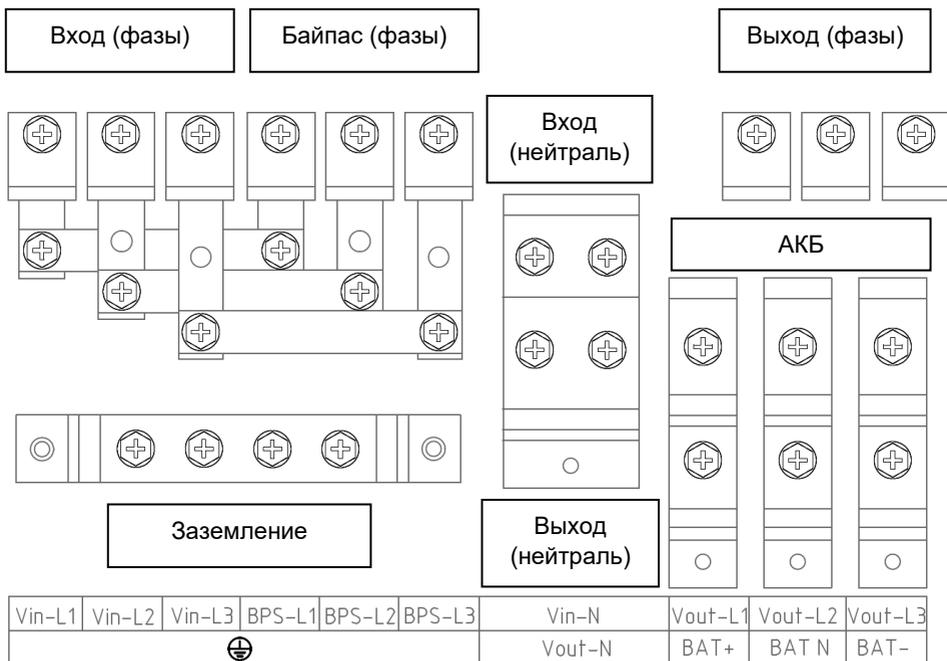

Рисунок 5 – Вид клеммных колодок изделия при трехфазном входе с питанием от одного источника, клеммы Vin и BPS соединены медными перемычками по трем фазам
- проводники фаз L1, L2, L3 и провод N питающей линии от распределительного щита, предназначенные для подключения на входы изделия, должны быть обесточены (см. рисунок 5,6);
- подключите провода заземления кабелей подключения питающей сети и нагрузки к соответствующим клеммам заземления изделия (см. рисунок 5);
- к клеммам заземления каждого изделия подключите провода заземления кабелей подключения питающей сети и нагрузки (см. рисунок 5);